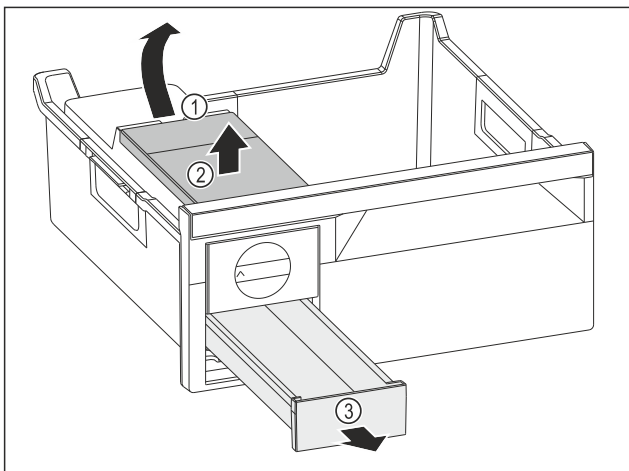

Fig. 75
- ▶ Watertank wegnemen: Watertank bij de uitsparing Fig. 75 (1) optillen.
- ▶ Watertank Fig. 75 (2) naar boven toe wegnemen.
- ▶ Ijsblokjesvak Fig. 75 (3) naar voren toe wegnemen.